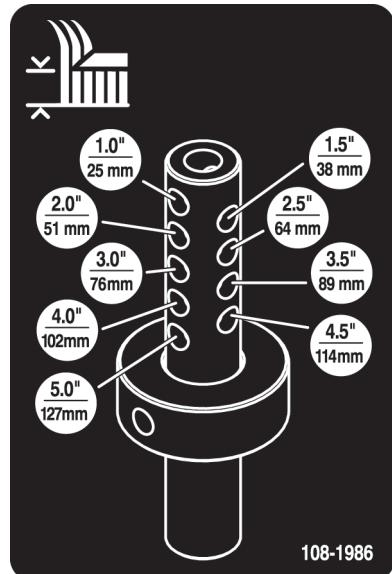

図13
6. 刈高ロッドについている刈高穴から希望する刈高を選び、そこに刈高カラーをセットする(図13)。